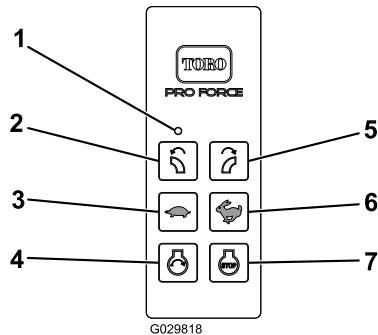

Figura 9
Lumina cu LED indică comunicaia dintre telecomanda portabilă i modulul de control wireless (Figura 9).
Apăsai pe butonul DE OPRIRE A MOTORULUI pentru a opri complet motorul (Figura 9).
După pregătirea mainii pentru pornirea de la distanță, apăsai pe butonul PORNIRE MOTOR pentru a porni motorul (Figura 9). Consultai Funcționarea motorului \(Pagină 18\) pentru secvena de pornire.
Apăsai pe butonul de ROTIRE A DUZEI LA STÂNGA sau pe butonul de ROTIRE A DUZEI LA DREAPTA pentru a roti duza suflantei în direcția dorită (Figura 9).
- Apăsai pe butonul de CRETERE A TURAIIEI MOTORULUI (pictogramă iepure) pentru a mări turaia motorului (Figura 9).